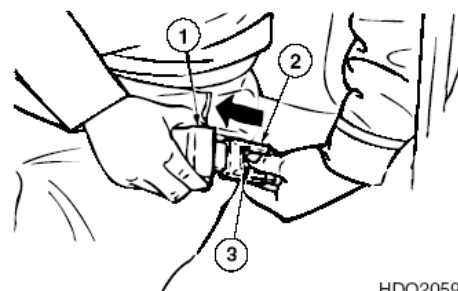

Рис. 128
Чтобы отстегнуть ремень, нажать кнопку (3, рис. 128), расположенную в центре пряжки (2) и извлечь ремень (1).